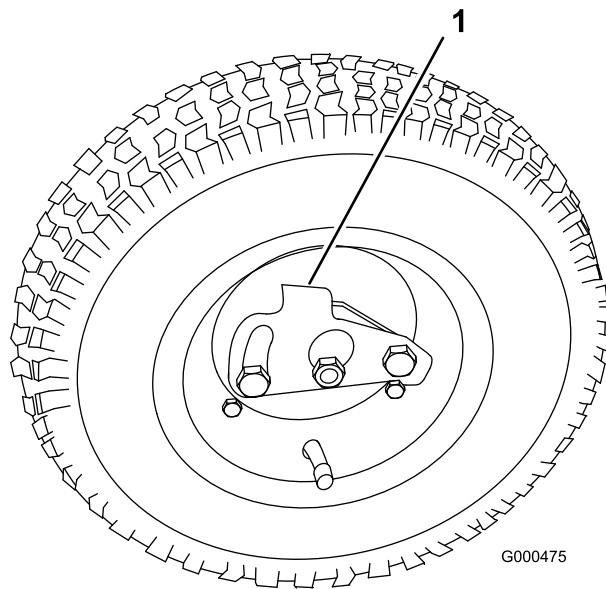

図 8
2. 車輪についているロッククリップが車軸に掛かるようにして車輪を六角シャフトに通す (図 8)。